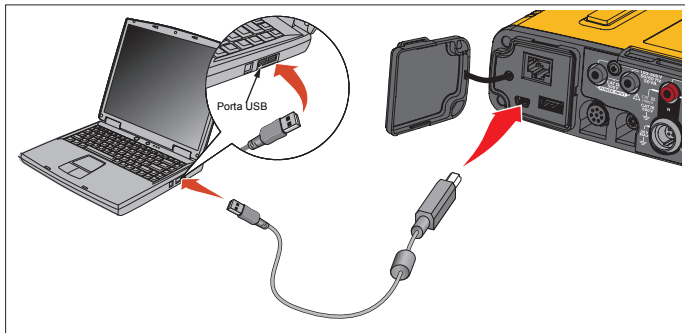

Figura 8. Collegamenti del Power Logger al PC
3. Collegare il cavo USB alle porte USB del computer e del Logger. Vedere la Figura 8.
Il LED dell'hotspot Wi-Fi verde indica che l'hotspot Wi-Fi è abilitato. Se questo LED è spento, collegare il cavo USB. Vedere la figura 8 passare al punto 5.